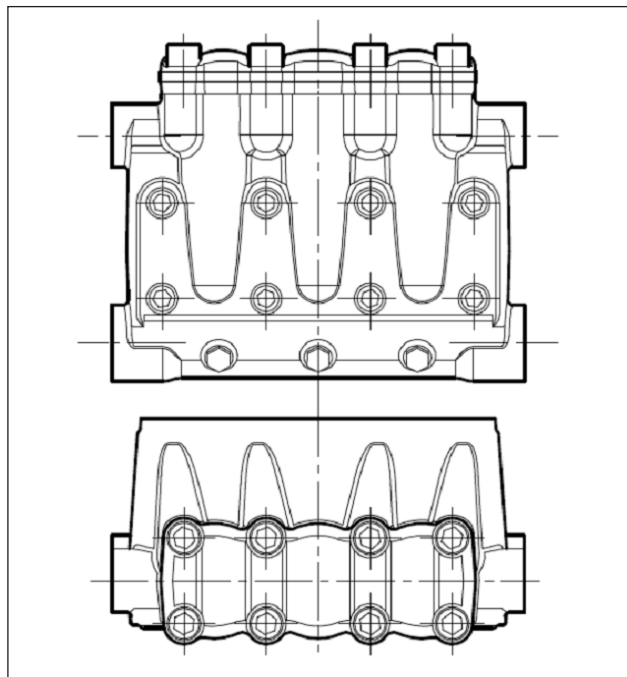

Fig. 34
** Los tornillos de fijación del cabezal pos. dib. desglosado 39 deben ser ajustados utilizando una llave dinamométrica respetando el orden indicado en el esquema de la (Fig. 34).
*** Los tornillos de fijación de la tapa de válvulas pos. dib. desglosado 41 deben ser ajustados utilizando una llave dinamométrica respetando el orden indicado en el esquema de la Fig. 34.